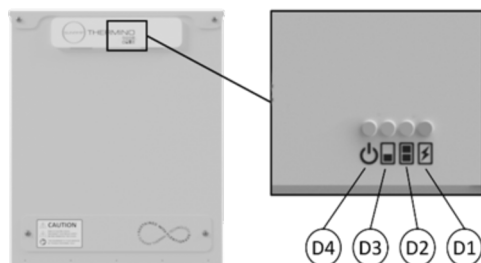

Figure 13 - Fonctionnement de la LED de la batterie Flextherm Eco G2 D Heat
6. Vérifiez sur la face avant de la batterie de chauffage que la LED "power" est allumée (voir Figure 13 & Tableau 9).
9. Si c'est le cas, appuyez sur le bouton BOOST du régulateur de dérivation de l'énergie solaire pour commencer à charger la batterie de chauffage. Le fonctionnement de la source de chaleur externe en mode ECS sera interrompu et l'élément de chauffage de la batterie s'enclenchera, observez si la LED "élément de chauffage" est allumée (voir Figure 13 et Tableau 9).